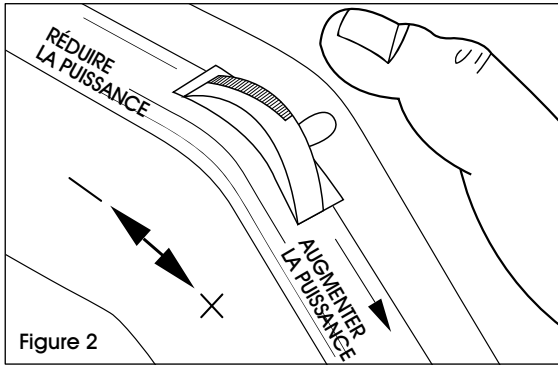

Figure 2
2. Set temperature control knob to midrange setting. (See Figure 2)
2. À l'aide du bouton de commande, réglez la température à la puissance moyenne. (Voir Figure 2)